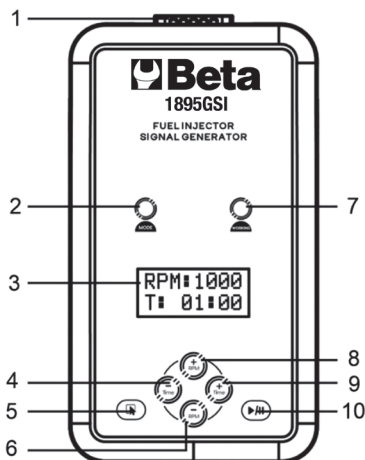

Abb. 1
- Stellen Sie die gewünschte simulierte Drehzahl durch Betätigen der Tasten „+“ (8 Abb. 1) und „-“ (6 Abb. 1) ein.
- Stellen Sie die Prozessdauer durch Betätigen der Tasten „+“ (9 Abb. 1) und „-“ (4 Abb. 1) ein.